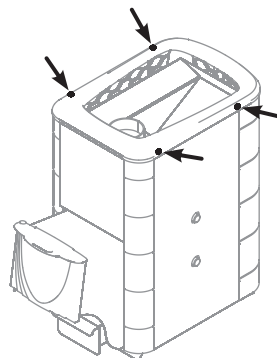

Рисунок 7. Демонтаж рамки конвектора печи «Тунгуска 2011»
Для обеспечения надежного воздухообмена в парилке рекомендуется организовать приточно-вытяжную вентиляцию (см. рисунок 7).
1. Снять рамку конвектора, открутив 4 самореза (рисунок 7)